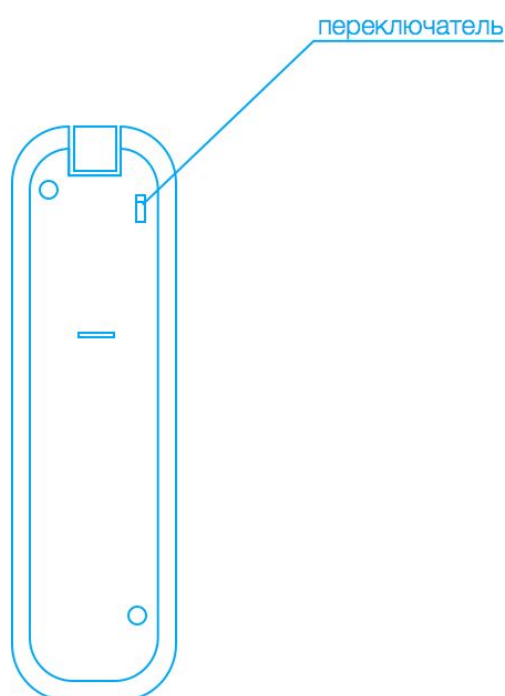

Рис. 3 Переключатель режима добавления/удаления устройства
1) С помощью Переключателя (рис. 3).